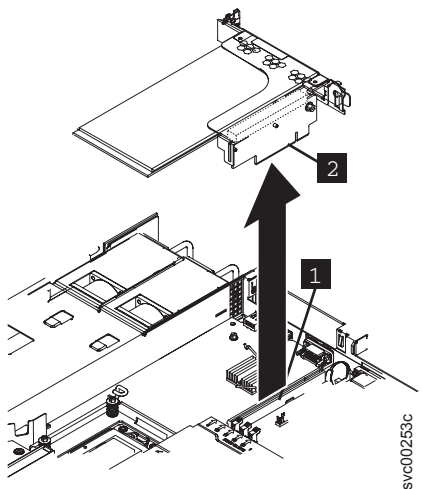

図 193. SAN ボリューム・コントローラー 2145-CG8 または 2145-CF8 用の高速 SAS ライザー・カード・アセンブリーの取り外し
9. アダプター・アセンブリーの後部レールの留めねじを取り外した後、図 193 に示すように、ライザー・カード・アセンブリーの後端をつかみ、アセンブリーを持ち上げて取り外します。